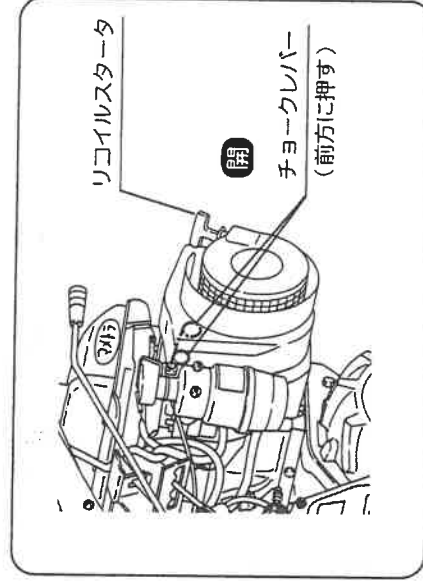

図7
⑦ リコイルスタータを引張りエンジンが始動したらチョークレバーを「開」の位置にしてください。
- リコイルスタータを3回以上引張っても始動しない時は燃料の吸いすぎになり、すのでチョークレバーを「開」の位置にしてから再度リコイルスタータを引張ってください。(図7)